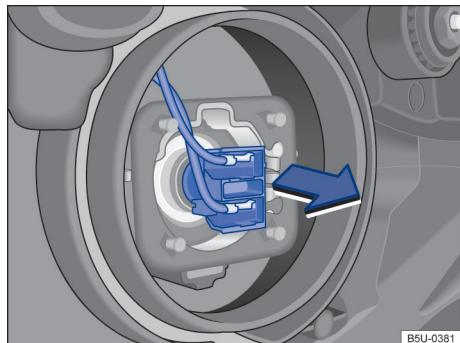

Fig. 111 Acesso à lâmpada incandescente do farol baixo.
| → Fig. 110 e → Fig. 111 | A | B | C | |
| → Fig. 110 e → Fig. 111 | (A) | (B) | | (C) |
| 5. | Puxar a lâmpada no sentido da seta → Fig. 111 para desencaixá-la do suporte. | Pressionar a mola para baixo ① e deslocar para a lateral ② no sentido das setas para desencaixá-la. | Puxar a lâmpada queimada do soquete para removê-la. | - |